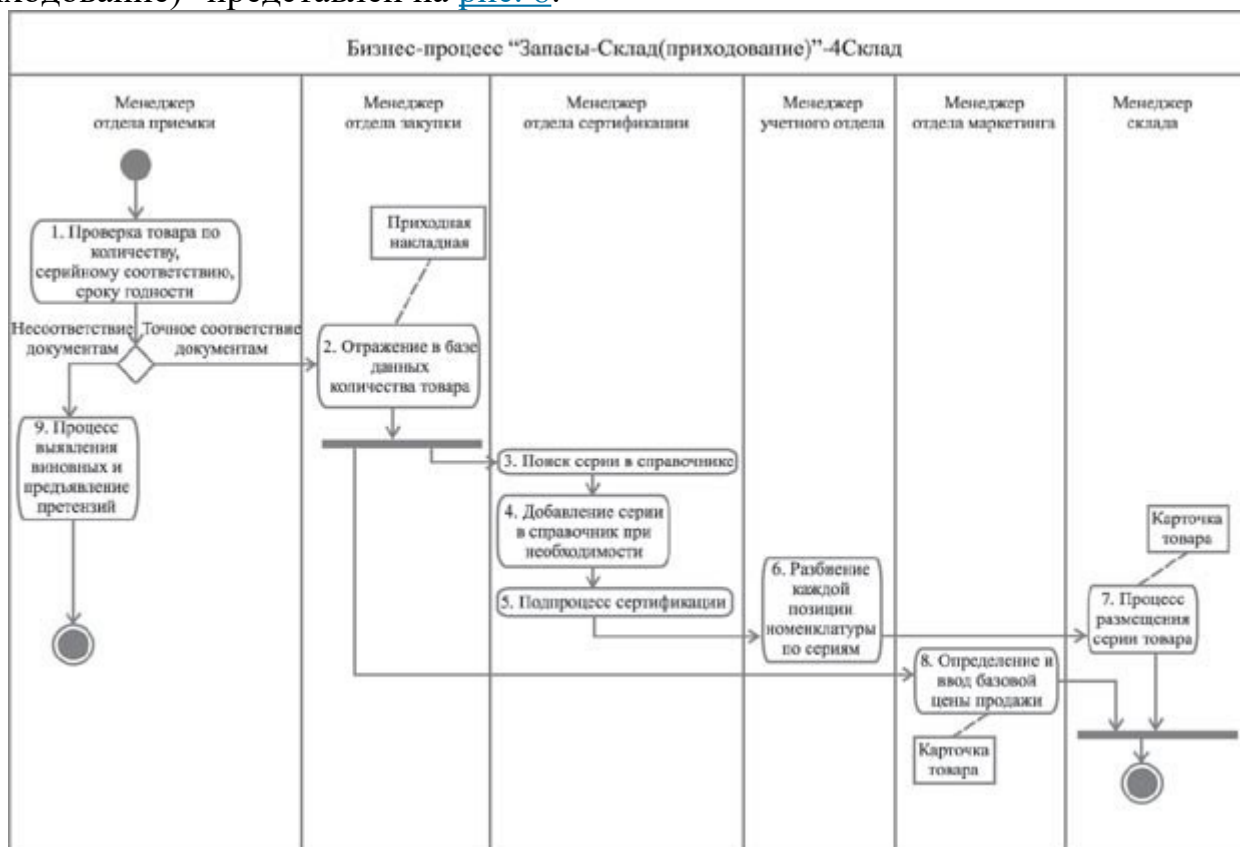

Рис. 8. Диаграмма действий бизнес-процесса "Запасы - Склад (приходование)"
Общий вид диаграммы действий бизнес-процесса "Запасы - Склад (приходование)" представлен на рис. 8.
1. В графе 1 проставьте краткое наименование диаграммы - 4Склад. Кроме того, в этой графе укажите номер операции, соответствующий изображению на диаграмме действий (рис. 8).